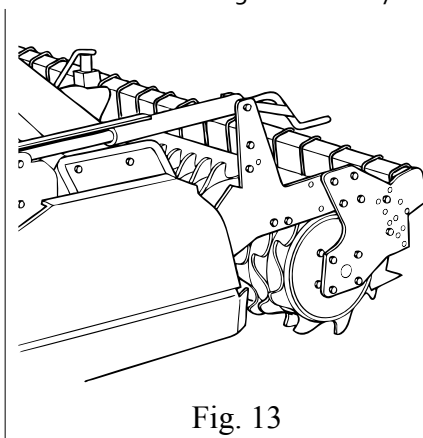

Fig. 13
2. Mit Schraubwinden (Abb. 13). Diese Lösung wird mit zwei Schraubwinden erhalten, die sich am Ende der Maschine befinden und mit einer mit Skala versehenen Stange einstellbar sind. Hebt man die Walze, nimmt die Arbeitstiefe zu, senkt man sie, nimmt sie ab.